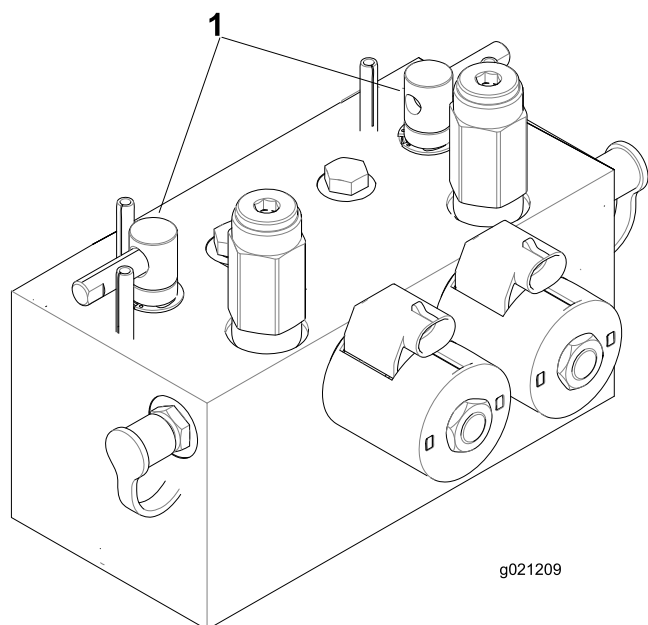

Figura 95
2. Sbloccate il sedile ed alzate per esporre le leve di lappatura (Figura 95).
5. Selezionate le leve di lappatura anteriore, posteriore o entrambe per stabilire gli elementi da lappare (Figura 95).